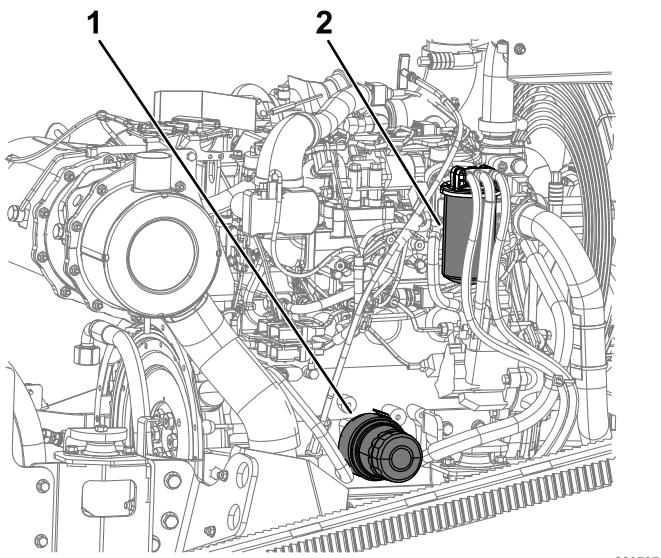

Figure 93
3. Vidangez l'huile moteur comme montré à la Figure 93.